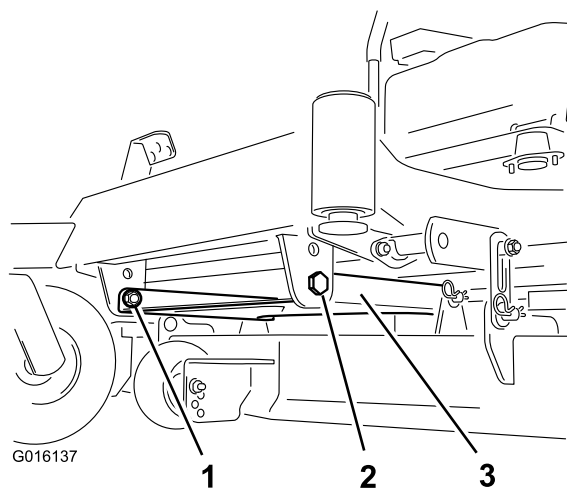

Figure 1
1. Pour les machines avec logement de carter de plateau de coupe, retirez les 2 écrous et boulons qui fixent l'avant du logement du carter du plateau de coupe à la machine (Figure 1). Reposez le logement après avoir fixé les masses en place.
4. Pour les machines avec logement du carter de plateau de coupe, montez le logement sur la machine (Figure 1).